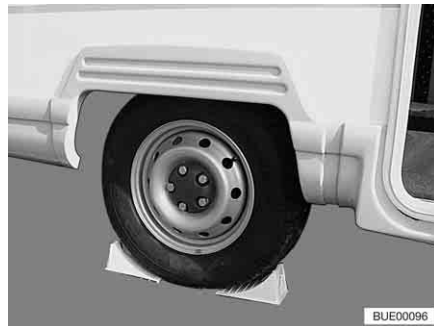

Bild 255 Fahrzeug sichern
- Unterlegkeile oder ähnliche geeignete Gegenstände am gegenüberliegenden Rad unterlegen, um das Fahrzeug zu sichern (Bild 255).